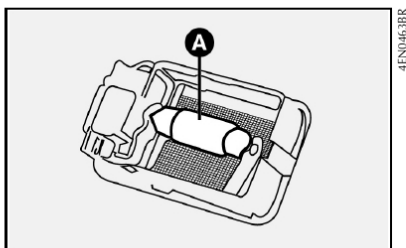

fig. 64
3) retirar a lâmpada **A** puxando-a de sua sede **fig. 64**.